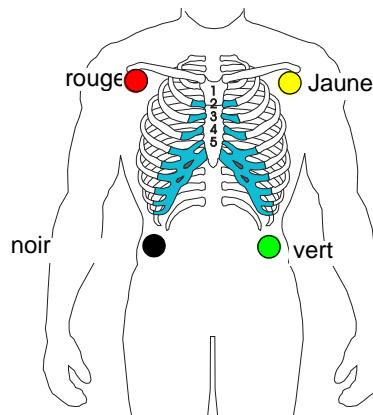
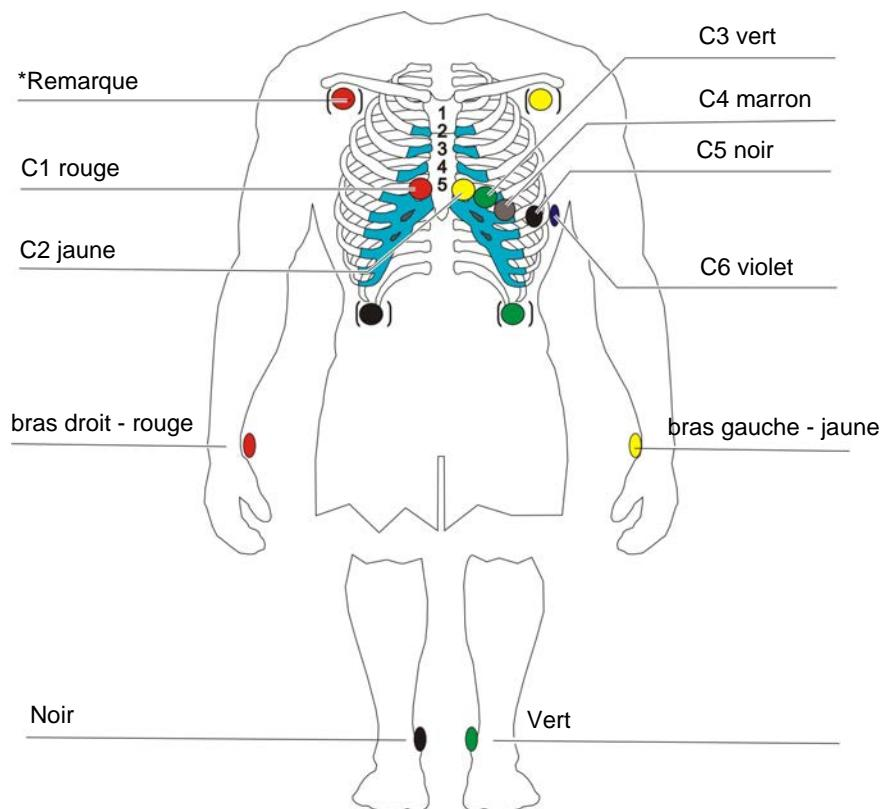

Fig. 4.4 Câble à 4 brins
Fig. 4.5 Câble à 10 brins
1. Placer les électrodes tel qu'illustré au chapitre Fig. 4.4 ou Fig. 4.5.
1. Appliquer les électrodes du câble ECG à 10 brins, tel qu'illustré dans la Fig. 4.5.